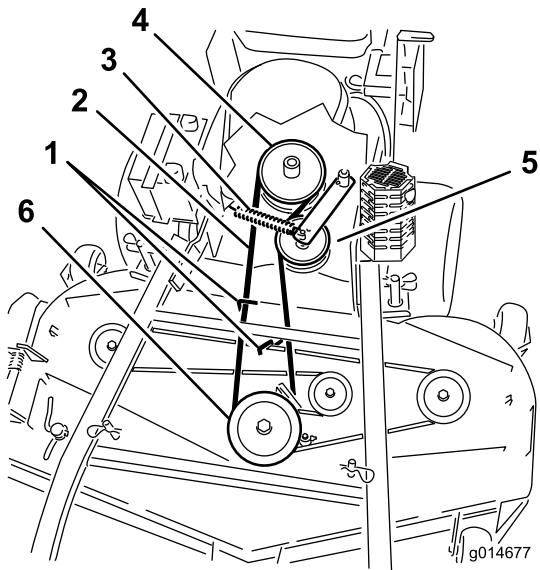
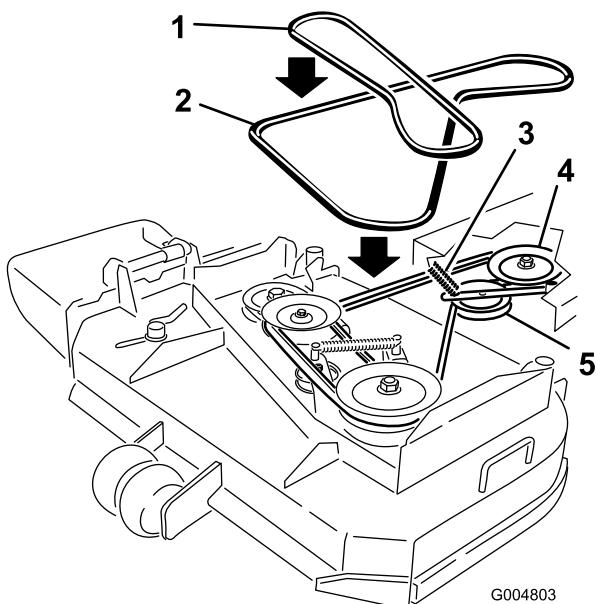

Figura 52
Figura 53
- Retire la correa de la polea central de la carcasa de corte (Figura 52). Consulte Figura 53 para quitar la correa de la polea izquierda en una carcasa de corte de 36 pulgadas. Extreme las precauciones al retirar la correa ya que la tensión aumentará debido a que la polea tensora está tensada con muelle.
- Retire la correa de la polea del motor y la polea tensora tensada con muelle (Figura 52). Consulte Figura 53 para retirar la correa de las poleas de una carcasa de corte de 36 pulgadas.
- Instale la nueva correa en la polea del motor y la polea tensora tensada con muelle (Figura 52).
- Coloque la correa en la polea central de la carcasa de corte (Figura 52). Extreme las precauciones al instalar la correa ya que la tensión aumentará debido a que la polea tensora está tensada con muelle. Consulte Figura 53 para colocar la correa en la polea izquierda en una carcasa de corte de 36 pulgadas.
- Ajuste la guía 3 mm (1/8 pulg.) desde la correa en las carcassas de corte de 40, 48 y 52 pulgadas (Figura 52).